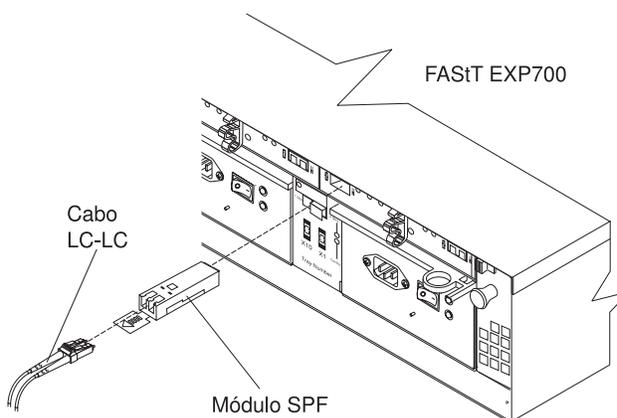

Figura 33. Instalando um Módulo SFP e Conectando um Cabo LC-LC com um FAST EXP700
3. Instale um módulo SFP na porta SFP atrás do FAST EXP700; em seguida, conecte a outra extremidade do cabo LC-LC no módulo, conforme mostrado Figura 33.